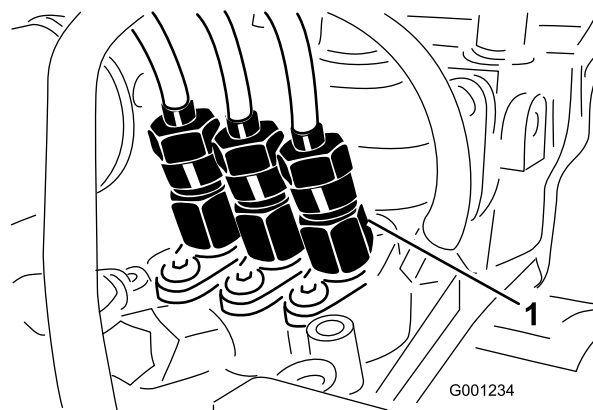

Figure 52
1. Desserrez le raccord entre l'injecteur n° 1 et le porte-injecteurs sur la pompe d'injection (Figure 52).